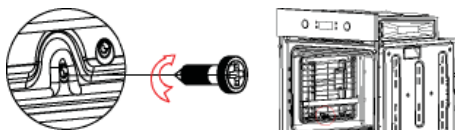

figure 1
- 1) Desserrez la vis de fixation du support de la grille à l'aide d'un tournevis, comme indiqué sur la figure 1.
- 1) Placez la grille dans l'orifice de montage de la plaque latérale du châssis principal, comme indiqué sur la figure 2. Serrez la vis à l'aide d'un tournevis puis terminez le montage de l'autre plaque latérale en procédant de la même manière, comme indiqué sur la figure 1.